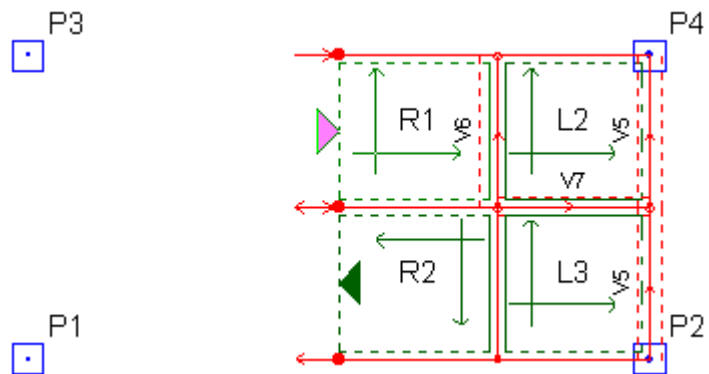
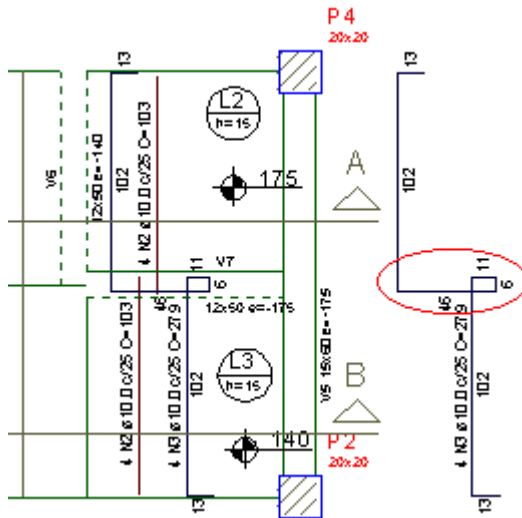

Figura 05 - Nível Intermediário do Pavimento Superior
Figura 12 - Armadura negativa de continuidade entre os patamares, detalhada pelo Eberick
- Inicialmente, insere-se o nível intermediário do pavimento com a altura igual à cota da laje L2 representada da figura 05 através da janela de projeto , selecionando o pavimento superior e acessando o menu Pavimento-Inserir nível intermediário.
- Lança-se as vigas e/ou barras para delimitar o contorno do patamar (Figura 05) acessando o menu Elementos-Vigas-Adicionar viga ou então menu Elementos-Barras-Adicionar barra;
- Na viga V6 da figura 05 do nível intermediário deve ser informada uma elevação positiva correspondente à altura do número de degraus do enchimento, que neste exemplo são dois. Além disso, deve-se habilitar a opção "Viga sem Rigidez";
- Lança-se uma viga dividindo o patamar ao meio (viga V7 da figura 05) adotando a ferramenta de captura Ponto Notável  para capturar o centro das vigas e/ou barras de apoio;
- Execute um duplo clique sobre a viga que divide os dois patamares (viga V7 da figura 05) e habilite a opção "Viga sem Rigidez". A altura desta viga será igual à altura do número de degraus do enchimento, que neste exemplo são dois, somada a espessura da laje;
Quando não for habilitada a opção "Viga sem Rigidez" para a viga que divide os patamares (caso da viga V7 da figura 05), a viga V5 da figura 05 estará sujeita a esforços de torção que serão levados em consideração no dimensionamento.
Quando a rigidez da viga que divide os dois patamares (viga V7 da figura 05) for rígida o suficiente de modo a gerar somente momento negativo na continuidade, o programa calculará e detalhará a armadura de ligação, conforme apresentado na figura 12.